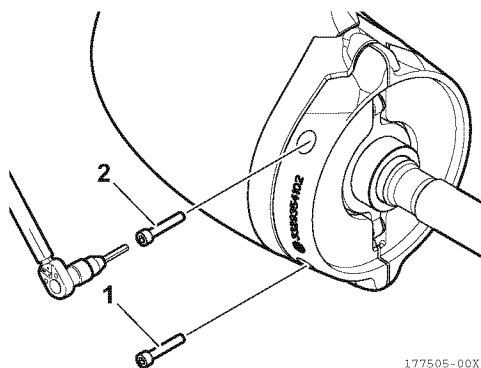

Abbildung 30
2. Die Befestigungsschrauben (1, 2, **Abbildung 30**) der Anoden mit einem Drehmomentschlüssel mit einem Drehmoment von 9 Nm festziehen.